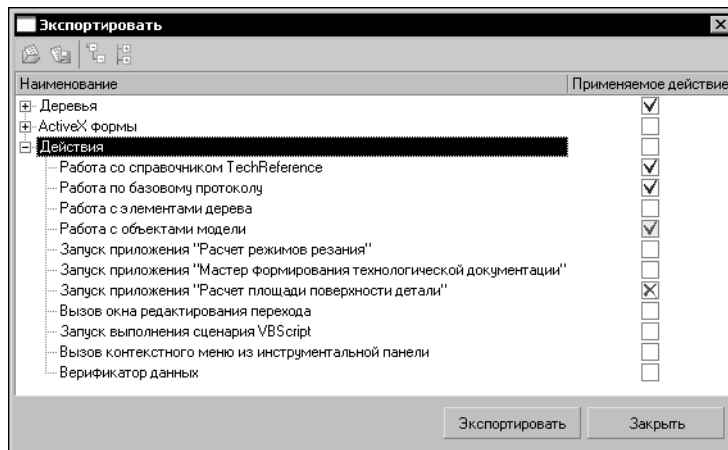

Рис. 18.19. Настройка параметров экспорта
- В открывшемся окне **Экспортировать** (рис. 18.19) настройте параметры экспорта настроек в файл. Для этого двойным щелчком мыши (или <Space>) расставьте маркеры напротив элементов настроек, подлежащих экспорту. Маркеры могут быть трех типов: